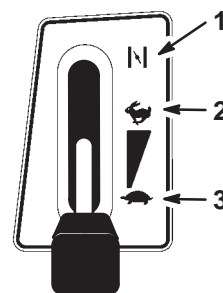

Figure 10
5. Placez la manette d'accélérateur en position de starter (Fig. 10).
7. Lorsque le moteur a démarré, amenez progressivement la manette d'accélérateur en position de régime maximum (Fig. 10). Si le moteur cale ou hésite, ramenez la manette d'accélérateur en position de Starter pendant quelques secondes. Mettez ensuite le levier en position de régime maximum. Répétez l'opération si nécessaire.
1. Placez la manette d'accélérateur en position de régime maximum (Fig. 10).